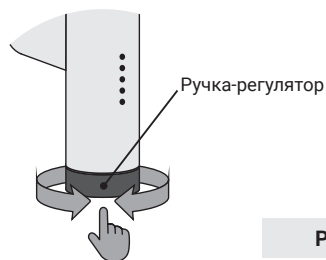

Рис.15
5.1. При нажатии на поворотный элемент (ручку-регулятор) происходит последовательное переключение между режимами (Таймер | Экстра сушка | Температура). Вращение ручки-регулятора позволяет задавать необходимые параметры температуры или времени в выбранном режиме (рис. 15).
5.3. Поворот ручки регулятора (рис. 15) по часовой стрелке включает изделие в режиме нагрева с регулировкой температуры: